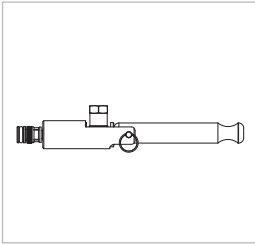

Figure 3
- ▶ Notez que le levier de serrage (pos. 2) est doté par défaut d'un levier court. Cela permet de raccorder facilement des composants difficiles d'accès. Selon le domaine d'application, le connecteur WEH® peut, pour améliorer la facilité d'utilisation et s'il n'y a pas de restriction en termes d'espace, être équipé d'une prolongation du levier. Pour ce faire, se référer au *Chapitre 9.4.5 Montage de la prolongation du levier (pos. 5) pour les tailles 1-3, page 34*.
- ▶ Amenez le levier de serrage (pos. 2) en position de sortie droite (*Figure 3*).